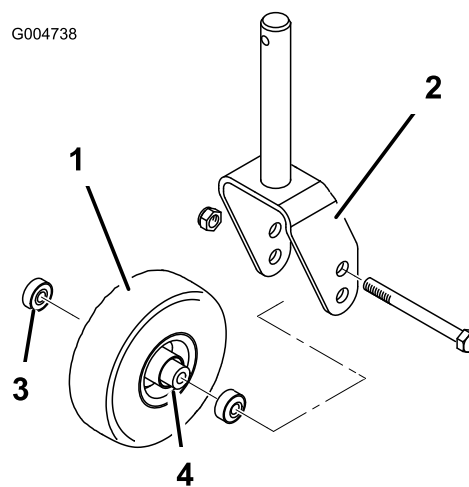
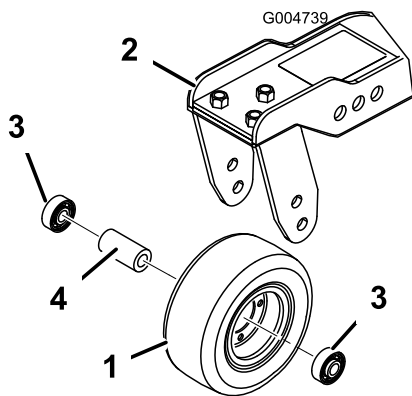

Figura 88
Figura 89
1. Retire a porca de bloqueio do parafuso que fixa a estrutura da roda giratória entre a forquilha da roda giratória (Figura 88) ou o braço articulado da roda giratória (Figura 89). Fixe a roda giratória e retire o parafuso da forquilha ou do braço articulado.
- Retire o rolamento do cubo da roda e deixe cair a cunha do rolamento para fora (Figura 88 e Figura 89). Retire o rolamento do lado oposto ao do cubo da roda.